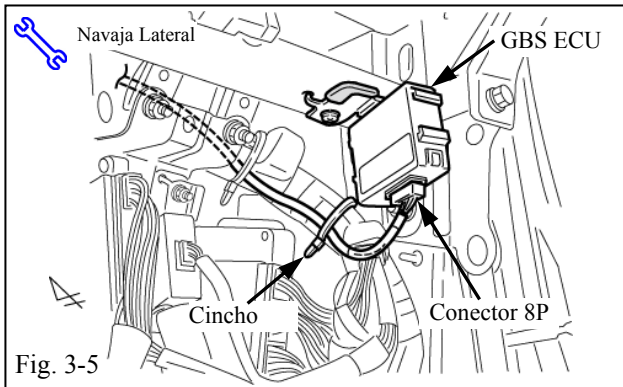

Fig. 3-5
- (e) Enchufe el Conector 8P del Arnés V2 en el GBS ECU. (Fig. 3-5)
(1) Asegure correctamente la conexión.
- (f) Utilice un Cincho para asegurar el Arnés V2 al Arnés del Vehículo. (Fig. 3-5)